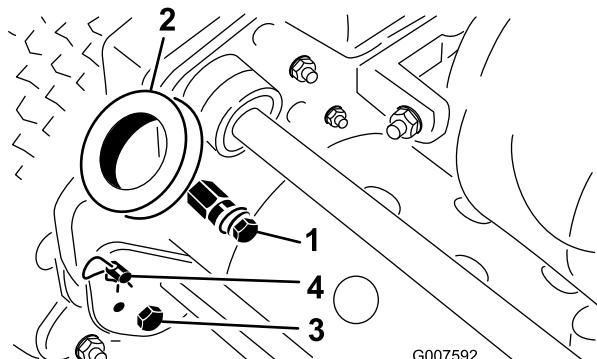

Figura 2
2. Retire los pernos y las contratuercas que sujetan la parte inferior de los brazos del manillar a cada lado del cortacésped (Figura 2).
3. Retire los pasadores de horquilla y los pasadores de anilla que fijan los brazos del manillar a la parte de atrás del bastidor (Figura 2).
1. Retire el perno, la arandela y la arandela de freno del pasador de montaje en cada lado del cortacésped (Figura 2).
- Introduzca los extremos del manillar por los taladros de los brazos del manillar y alinee los taladros con los pasadores de montaje (Figura 2).
- Retire los pasadores de horquilla de los pasadores de anilla en cada lado del cortacésped (Figura 2).
- Sujetando el manillar, retire los pasadores de anilla de cada lado y suba o baje el manillar a la posición de operación deseada (Figura 2).